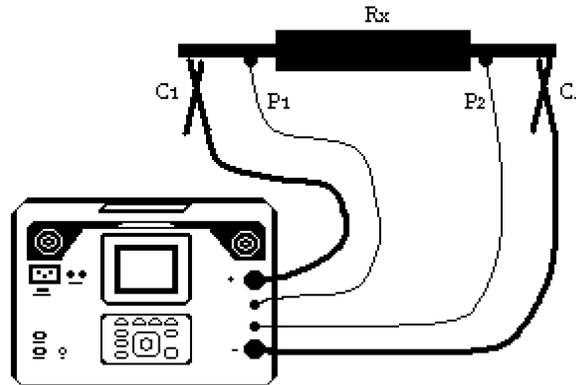

Abbildung 4.5: Anschluss des Geräts an das Messobjekt
Wenn Widerstände  $< 20 \Omega$  gemessen werden, ist es ratsam, das Vierdraht-Messverfahren anzuwenden (Abbildung 4.5), um höchste Messgenauigkeit zu erzielen. Mithilfe dieses Messverfahrens fließt der Widerstand der Prüfling nicht in die Messung mit ein, wodurch eine Leitungskalibrierung und ein Ausgleich dieser Leitung nicht notwendig sind.
- › Schließen Sie das Prüfobjekt an das Gerät an (siehe Abbildung 4.5).